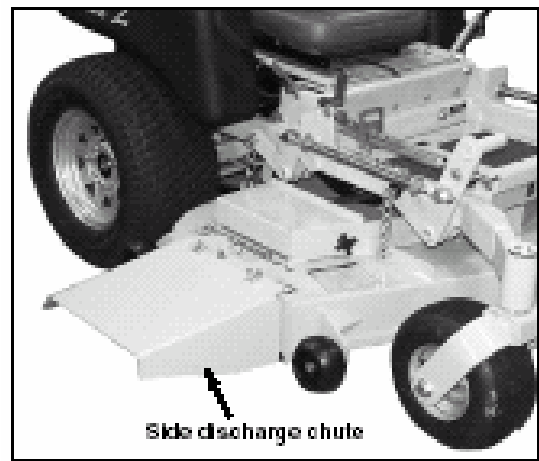

Figure 3-10
**Orientez l'éjection de l'herbe vers la droite, à l'opposé des zones non tondues.** Choisissez un schéma de tonte qui permette d'éjecter les déchets de tonte vers l'extérieur et non vers le centre de la zone de tonte. Généralement, le schéma idéal est d'effectuer des **virages à gauche** puisque le déflecteur d'éjection est situé à **droite** (Fig. 3-10). Dans tous les cas, évitez d'éjecter les déchets de tonte vers les zones non tondues afin d'éviter de tondre deux fois la même chose ce qui réduirait la qualité de la tonte.